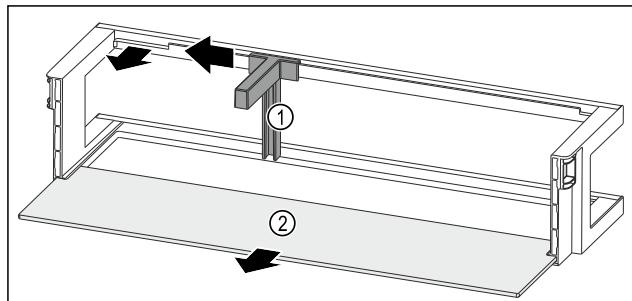

Fig. 86 Рафт на врата с преграда за бутилки и рафт
- Пълзнете преградата за бутилки Fig. 86 (1) настрани до прореза.
► Свалете преградата за бутилки Fig. 86 (1).
► Свалете рафта Fig. 86 (2).